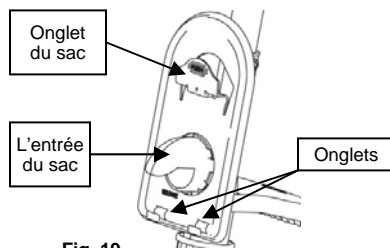

Fig. 19
- Place the HEPA bag collar over the bag inlet. Position the HEPA bag collar into the tabs at the bottom of the bag holder. Then rotate over the bag inlet. (Fig. 19)
1. Placez la bague du sac HEPA par-dessus l'entrée du sac. Positionnez la bague du sac HEPA sur les onglets au bas du support du sac. Ensuite tournez vers l'entrée du sac. (Fig. 19)